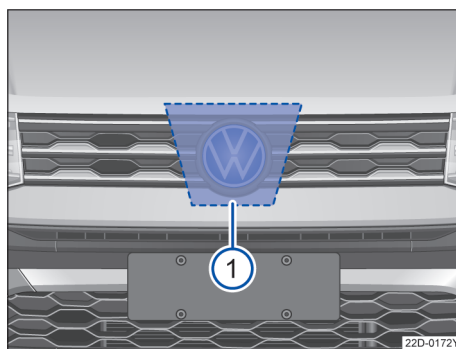

图 111 VW 标志后方的散热器格栅内：雷达传感器 ▶
为探测交通情况，VW 标志后方的散热器格栅内安装有一个雷达传感器→图 111 ①。因此可识别最远约 100 m 的前车。
雷达传感器前方和四周的区域→图 111 不得被贴签、附加大灯、牌照装饰框或其他类似物体遮盖，因为这样做可能会影响车前测距监控系统的功能。